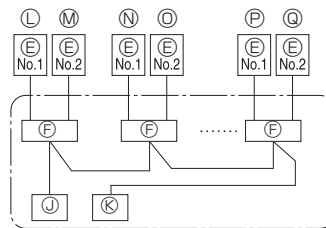

Fig. 6-2
6.1. Unità esterna (Fig. 6-1, Fig. 6-2)
- (1) Rimuovere il pannello di servizio.
- (2) Posizionare i cavi secondo la Fig. 6-1 e la Fig. 6-2.